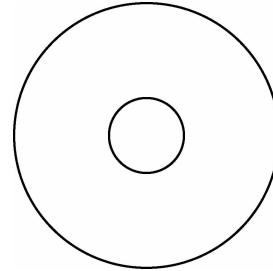

图 3-40 绘制圆(一)
(2) 绘制半径为 93 mm 的圆, 如图 3-40 所示。